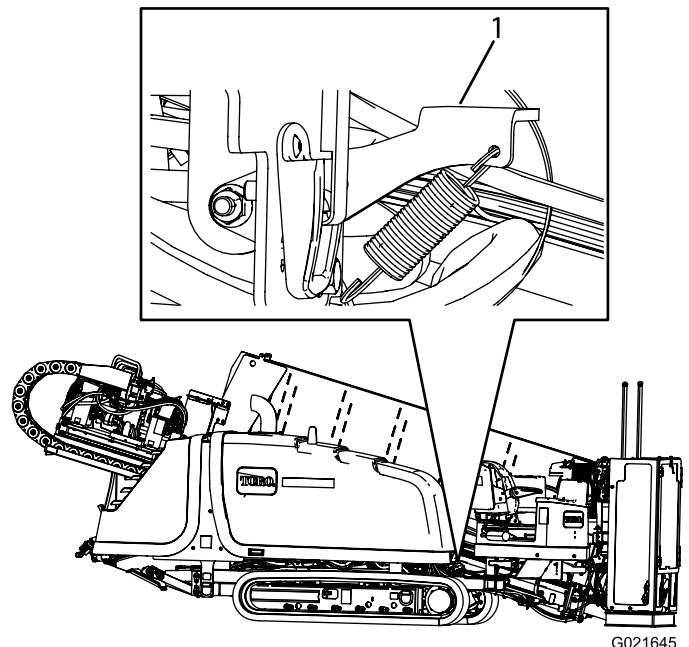

Bild 95
2. Drücken Sie den Riegel der Haube nach unten, wie in Bild 95 abgebildet.